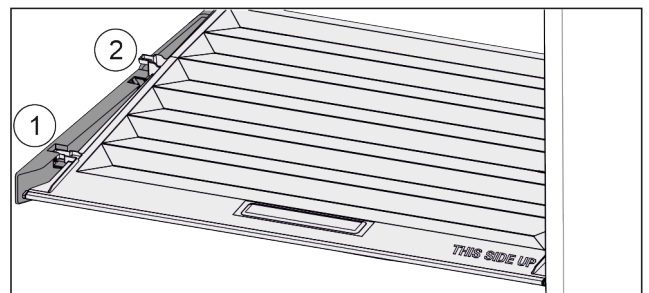

Fig. 117
- Tirer le couvercle vers l'avant jusque dans l'orifice des pièces de retenue Fig. 117 (1).
- Le soulever par le bas à l'arrière et le sortir par le haut Fig. 117 (2).